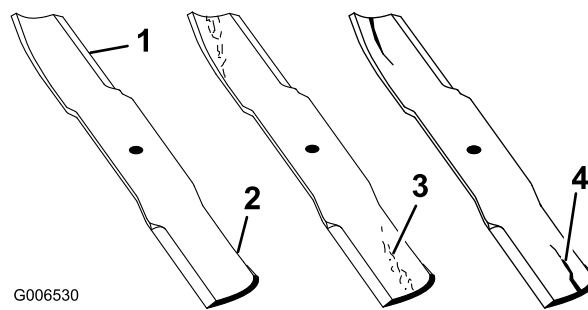

Bild 84
- Untersuchen Sie die Schnittkanten (Bild 84). Entfernen und schärfen Sie die Messer, wenn die Schnittkanten nicht scharf sind oder Auskerbungen aufweisen. Siehe Schärfen der Messer“.
- Prüfen Sie die Schnittmesser, insbesondere den gebogenen Bereich (Bild 84). Wenn Sie Schäden, Verschleiß oder Rillenbildung in diesem Bereich feststellen (Bild 84), sollten Sie sofort ein neues Schnittmesser einbauen.